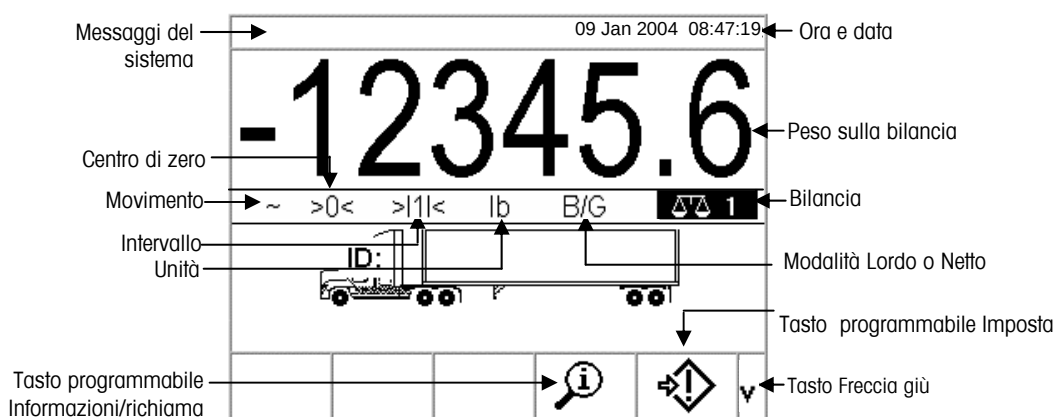

Figura 2-6: Schermata predefinita dell'operazione di pesa
La schermata predefinita può essere configurata per visualizzare No Vehicle Application (Nessuna applicazione per veicoli), Vehicle ID (ID veicolo) o Temporary ID (ID temporaneo) come modalità di pesa predefinita. All'accensione, quando si chiude la configurazione o al completamento di una transazione, l'unità IND310drive visualizzerà automaticamente la schermata di immissione dati associata alla modalità di avvio automatico predefinita selezionata. (per informazioni sulla configurazione della modalità di avviamento automatico predefinita, vedere il Capitolo 3.0, Configurazione, Applicazione, Pesa veicoli). La figura 2-6 mostra un esempio di schermata predefinita di pesa ID veicolo.
- Uscire dalla ricerca—Premere il tasto programmabile ESCAPE (vedere la Figura 2-6) per ritornare alla schermata principale di pesa predefinita.